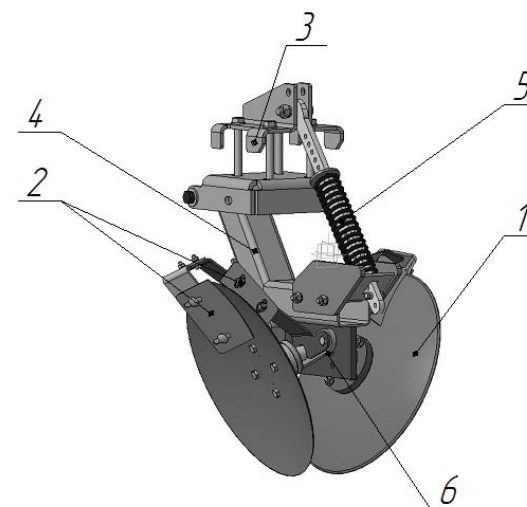

Рис. 3 Дискový окучник.
4.2. Дисковый окучник (рис.3) предназначен для наращивания почвой гребня. Дисковый окучник состоит из двух дисков 1, которые закреплены на рычаге 4 спарено, с образованием острого угла, направленного вершиной в сторону движения культиватора. На верхнем конце рычага установлен механизм крепления к раме 3. Один конец рычага в зоне опор дисков подпружинен посредством механизма 5. Диски имеют чистики 2 для очистки их от грязи. Для эффективного окучивания на кронштейне диска имеется регулировочный сектор 6, с помощью которого изменяется угол атаки дисков.
- изменение угла атаки окучников-дисков (рис.3) производится путем смещения оси диска относительно сектора и фиксации болтами идущими в комплекте, регулировку производить в приподнятом состоянии культиватора навесной трактора;